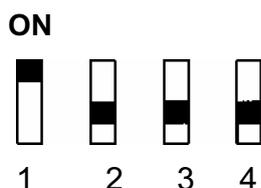

Рис.11.2-Схема переключателя адресного кода
- Схема переключателя адресного кода (рис.11.2)